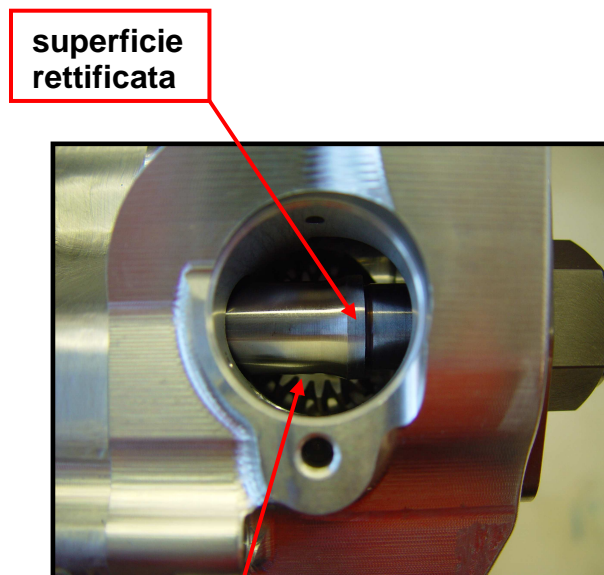
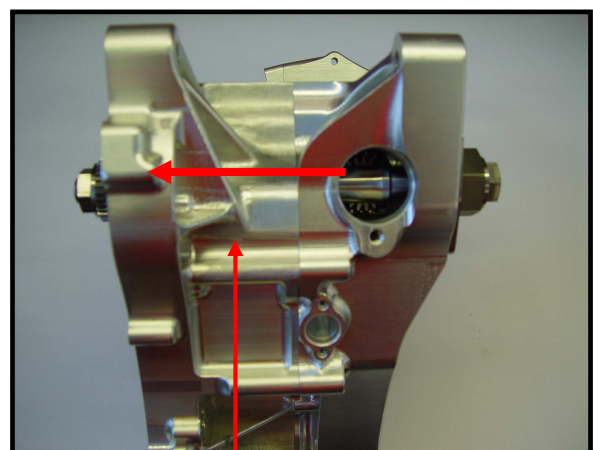

Fig. 13
Fig. 14
- 4.4)** Posizionare il contralbero sul lato DX in modo che il diametro rettificato da 18 mm sia in linea con la superficie di base dell'ingranaggio della coppia conica. (**Fig. 13 - Fig. 14**)